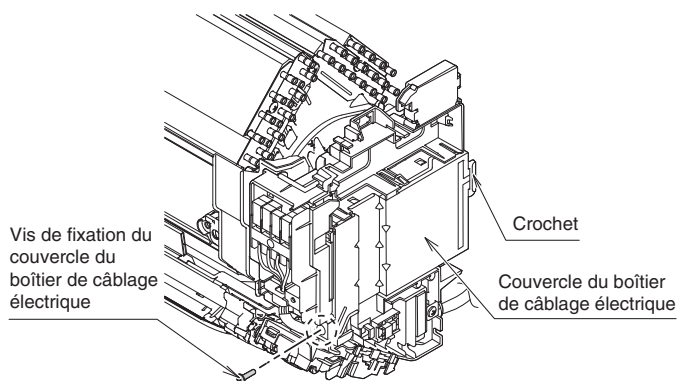

Fig.5
- 2) Retirez le couvercle du boîtier de câblage électrique. (1 vis) (Voir les Fig. 5, 6)